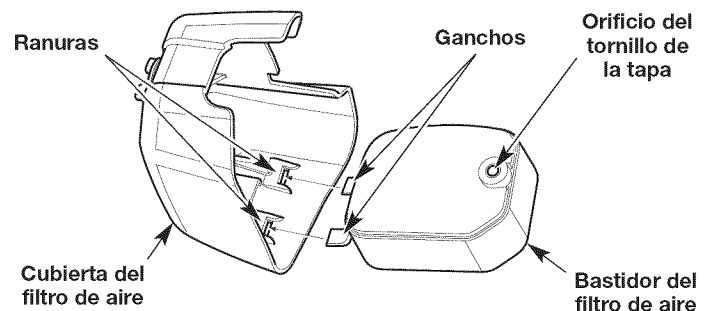

Fig. 22
6. Vuelva a poner el filtro dentro de la caja del filtro de aire (Fig. 22).
7. Inserte los ganchos de la caja del filtro de aire en las ranuras de la tapa del filtro (Fig. 22).
8. Gire la tapa del filtro de aire a la derecha y alinee el tornillo de la tapa con el orificio correspondiente (Fig. 22). Apriete el tornillo para asegurar la tapa del filtro de aire.